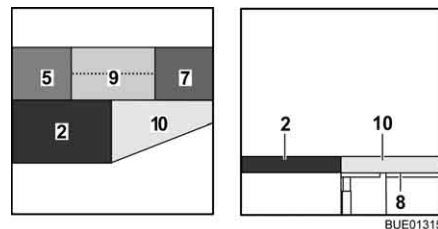

Fig. 141 Dopo la trasformazione
- Aprire il cuscino aggiuntivo (Fig. 141,9) e collocarlo sul tavolo.
- Posizionare il cuscino aggiuntivo (Fig. 141,10) sull'allargamento letto.